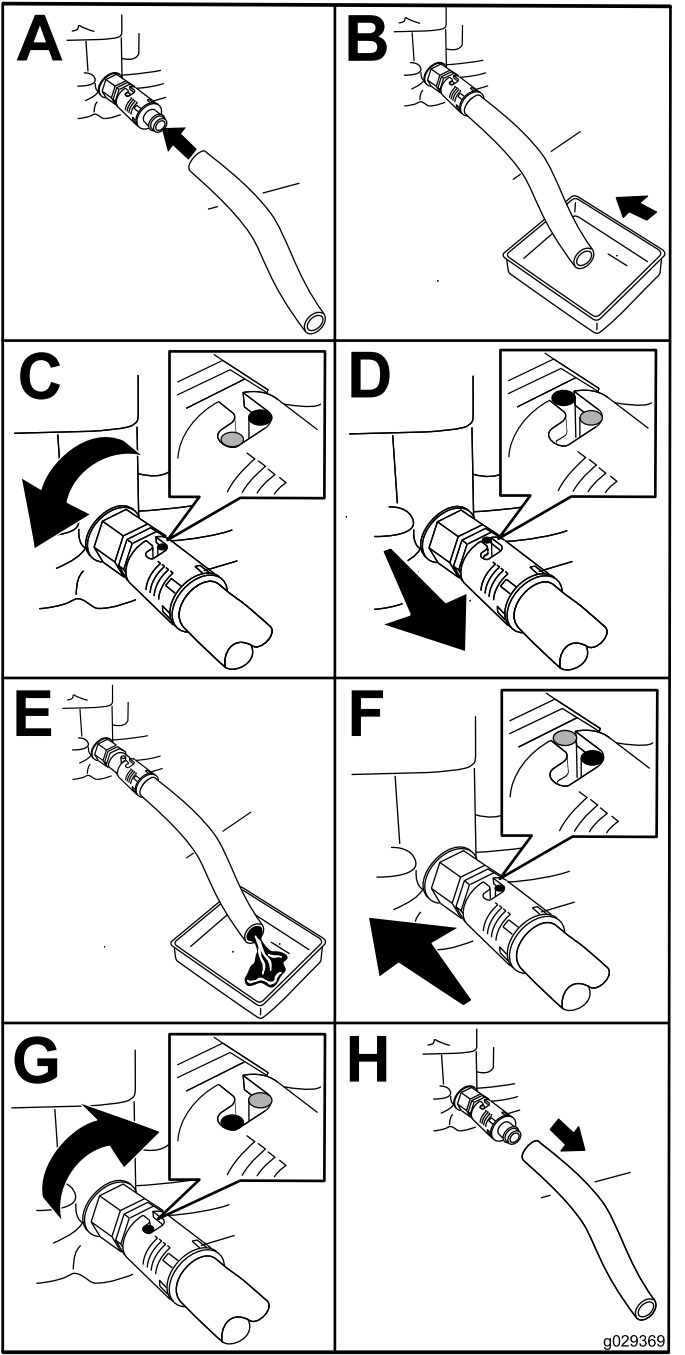

图30
4. 将排油软管安装到排放阀上 图30。
5. 将软管的另一端放入适当的机油容器内 图30。
6. 将机油排放阀逆时针旋转 1/4 圈开始排放机油 图30。
7. 所有机油排放完之后将机油排放阀顺时针旋转 1/4 圈关闭排放阀 图30。